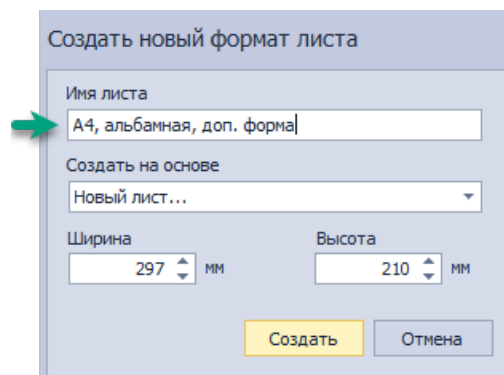

Рис. 62 Ввод имени нового шаблона
3. В окне «Создать новый формат листа» в поле «Имя листа» введите наименование для нового шаблона листа схемы, Рис. 62.